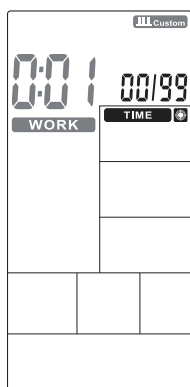

FIGURA 33
- La pantalla de Tiempo y la palabra WORK junto con 0:01 parpadearán, presione HACIA ARRIBA / ABAJO (TECLAS 10 u 11) para establecer el tiempo de entrenamiento entre 0: 00 ~ 9 59 (Figura 33). Presione ENTER (TECLA 19) para confirmar e ir la configuración siguiente.